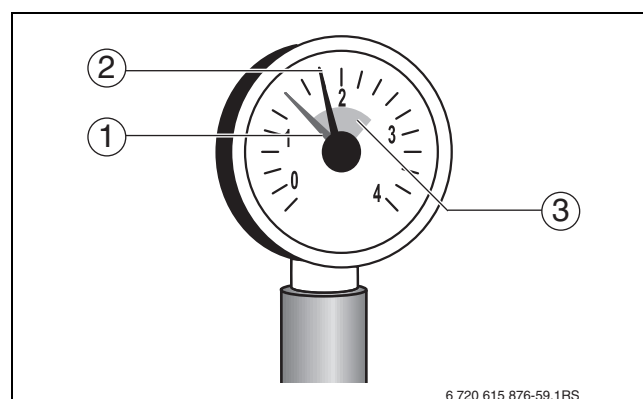

Fig. 5 Manomètre pour installations fermées
- ▶ Si la pression diminue après la purge (voir position de l'aiguille rouge du manomètre → fig. 5, page 15), rajouter de l'eau.